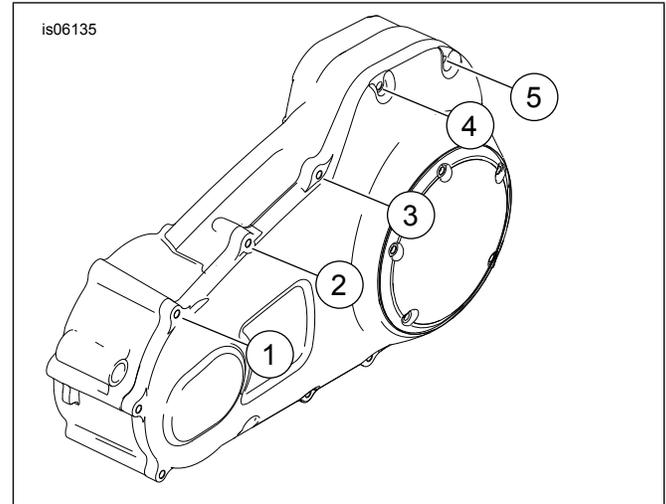

Abbildung 1. Die Originalschrauben 1, 2, 3 und 5 gemäß Abbildung entfernen. Schraube 4 nicht entfernen.
1. Siehe Abbildung 1. Schrauben entfernen und entsorgen (1, 2, 3 und 5). Schraube (4) **nicht** entfernen.